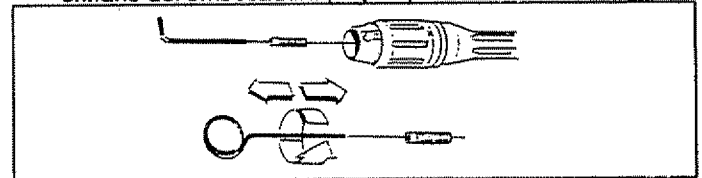

FIG. 27
- Con alambre incluido en juego o clavijo para limpie material extraño del embocadura (Fig. 27)